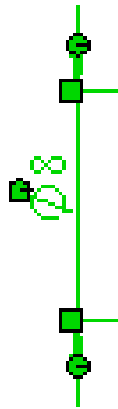

Рис. 19
1. Выберите размер «8», при этом текст размера, маркеры, выносные и размерные линии высветятся зелёным цветом (рис. 19).